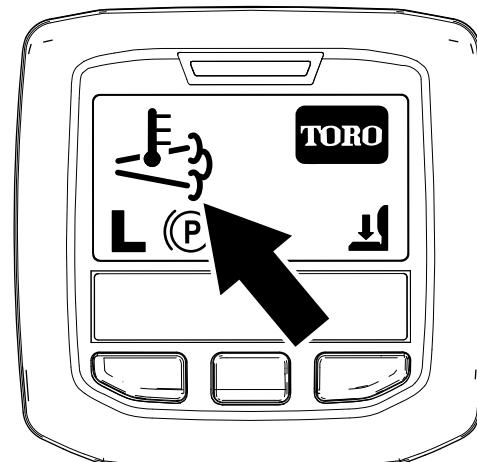

図 33
- インフォセンターには、 排気高温アイコンが表示されます 図33。